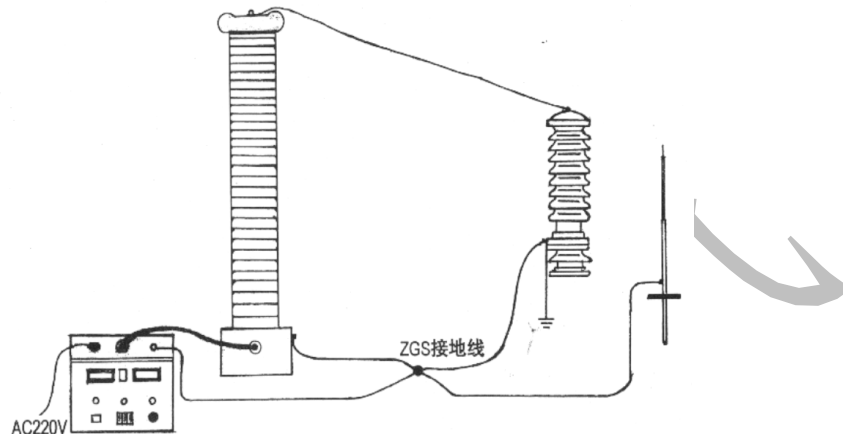

图 4 试验回路接地线示意图
地线。保护接地线与工作接地线以及放电棒的接地线均单独接到试品的地线上(即一点接地)。严禁各接地线相互串联。为此, 应使用专用接地线。(见图 4)上。
3、接线图见图 4 试验回路接地线示意图